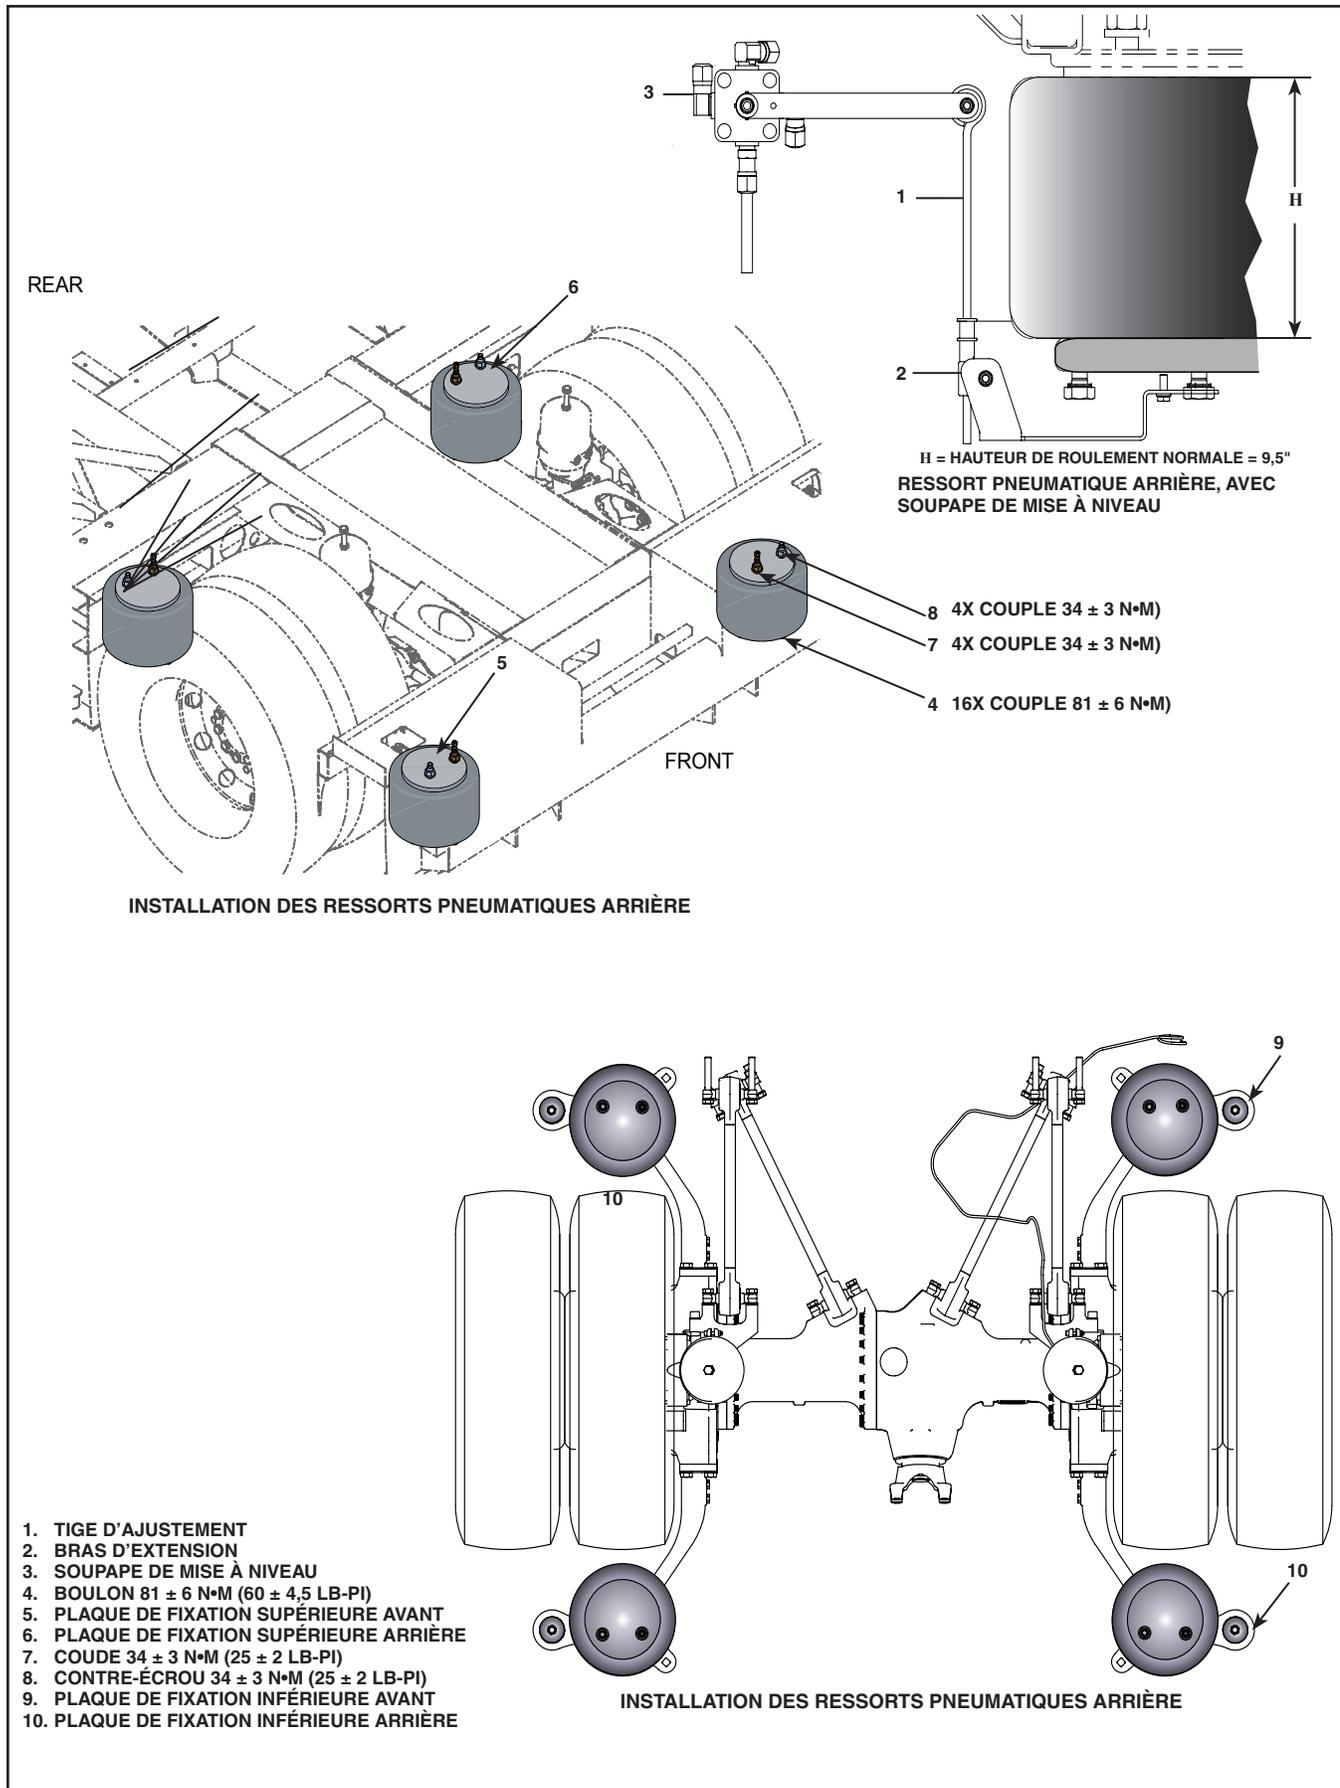

Figure 1 - Installation des ressorts pneumatiques arrière
2. Avant la pose, appliquer du lubrifiant anticorrosif (de type Never Seize) sur chaque pièce de métal où un couple. Voir Figure 1 pour les couples de serrage.
4. Installer tige d'ajustement de la soupape de mise à niveau. Vérifier la hauteur (H) (voir Figure 1) et procéder, si nécessaire, au réglage de la soupape.